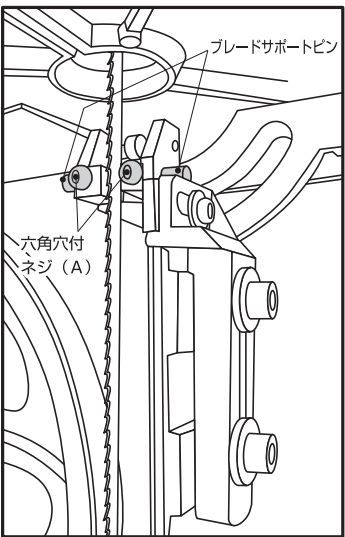

図8
- 3.六角穴付ネジ(C)をゆるめて、ホルダーを前後させて、図8ブレードサポートピンが鋸刃の中心になるよう調整してください。
- 1.六角穴付ネジ(A)をゆるめて、ブレードサポートピン(図8)を、できるだけ鋸刃に近づけてください。(1mm以下)